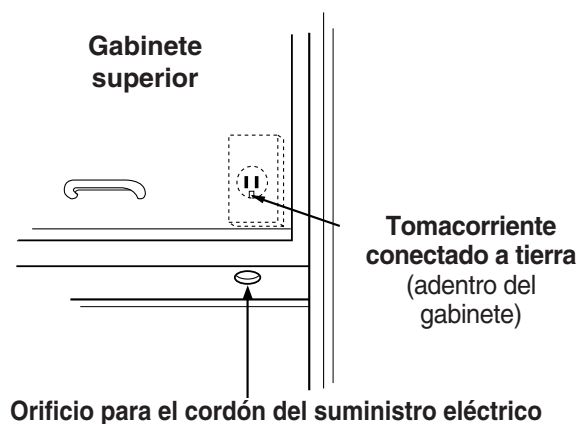

Figura 4
1. Encuentre el tomacorriente conectado a tierra para este horno, ubicado en el gabinete encima del horno, según se muestra en la Figura 4.
2. Necesitará cortar el orificio del cordón de suministro de corriente (mostrado en la Figura 4) más adelante cuando prepare los gabinetes superior y el de pared en el Paso 4.